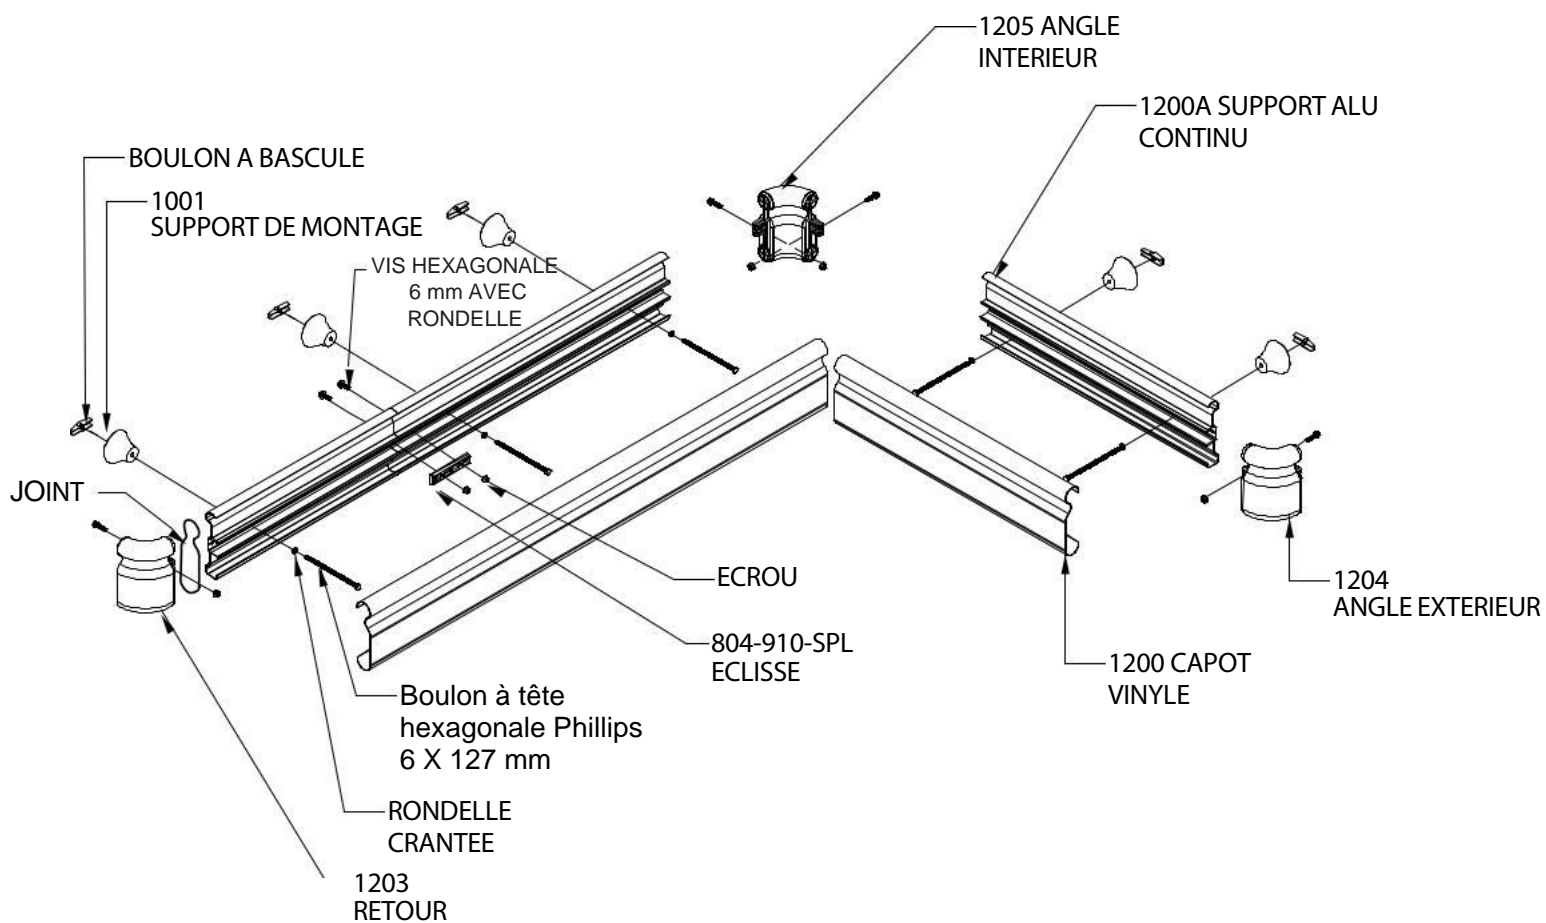

FIG. 1
1. Couper le support en aluminium à la longueur désirée, en laissant une marge pour les retours, les angles extérieurs et les angles intérieurs. Voir la figure 1.